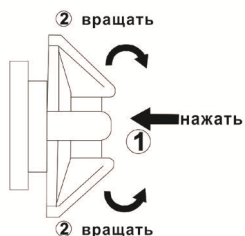

рис. 2
3.1 Наденьте маску на голову. Нажмите регулируемую ручку вниз (в заднем положении головы), одновременно вращая ее против часовой стрелки, чтобы увеличить длину окружности головного обруча, или по часовой стрелке, чтобы уменьшить длину окружности головного обруча (рис. 2).